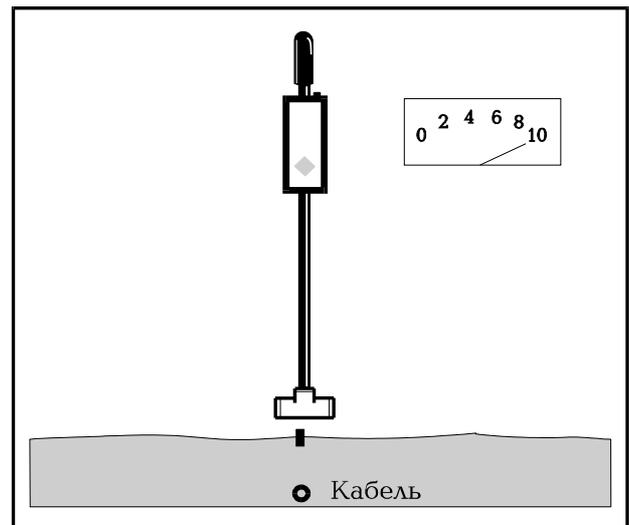

Рис.2. Определение местоположения кабеля.
- Рис.2. Определение местоположения кабеля.
Если будет использоваться головной телефон, вставьте его в предусмотренное для этого гнездо. Показания измерителя будут максимальными и будет слышен громкий тональный сигнал, когда приемник/антенна будет находиться непосредственно над кабелем или трубой (см. Рис.2).
Антенна или ее Т-образный наконечник следует располагать перпендикулярно линии залегания отслеживаемого кабеля (См. Рис.2).